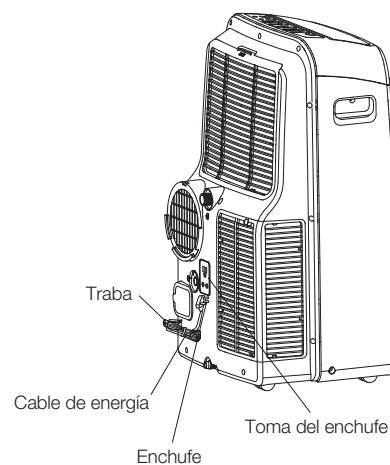

Fig. 25
- Detener el aparato y desconectarlo, envolver el cable y sujetarlo con una cinta (Fig. 25). Quitar las baterías del control remoto.